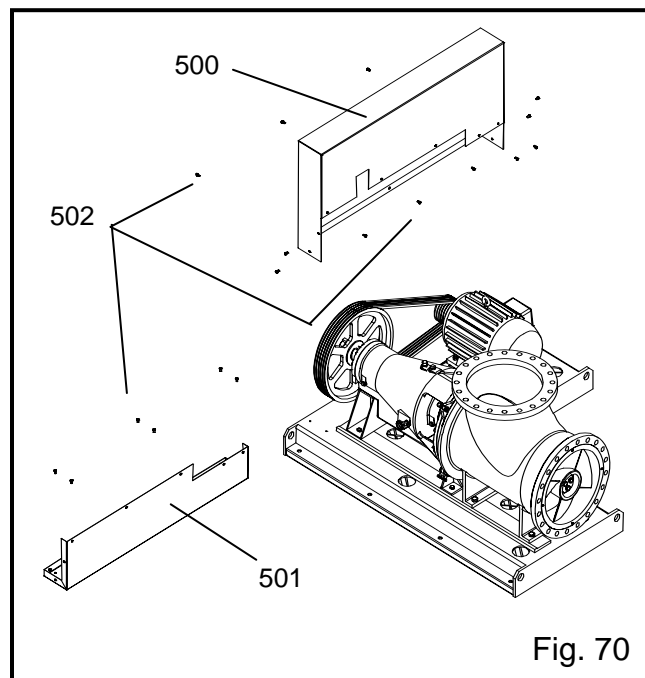

Fig. 70
parafusos (502). Instalar a tampa da guarda (500) usando os parafusos (502), ver Fig. 70.